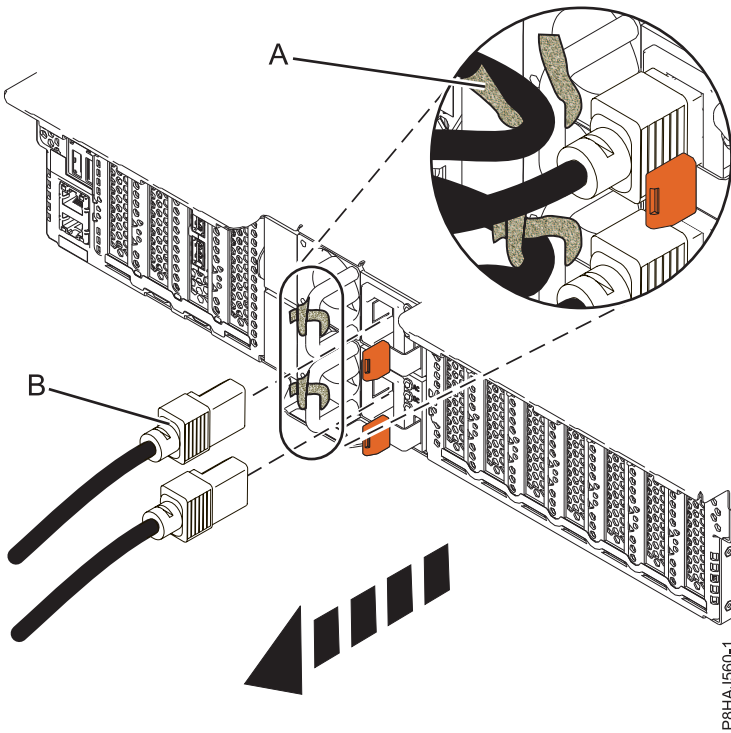
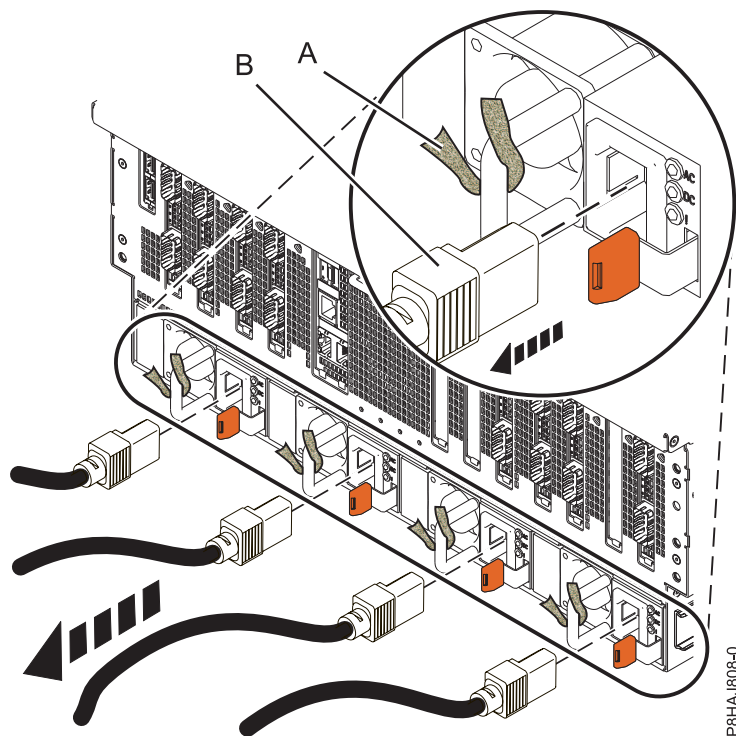

Figure 42. Retrait des cordons d'alimentation d'un système 5148-21L, 5148-22L, 8247-21L, 8247-22L, 8284-21A ou 8284-22A
Figure 43. Retrait des cordons d'alimentation d'un système 8408-44E ou 8408-E8E
3. Débranchez les cordons d'alimentation (**B**) de l'unité centrale. Voir les figures figure 41, à la page 54, figure 42, à la page 54 ou figure 43, à la page 55 selon le type de votre système.